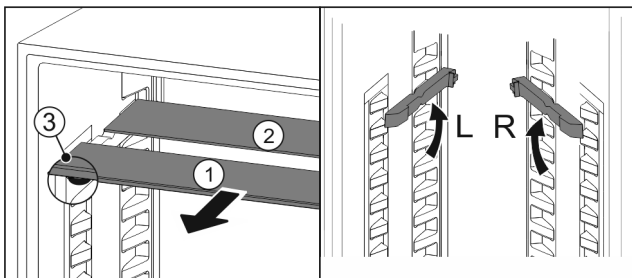

Fig. 87
- ▶ Trekk glassplatene enkeltvis fremover og ut Fig. 87 (1).
- ▶ Glassplate Fig. 87 (1) med pyntelist ligger foran.
- ▶ Stoppere Fig. 87 (3) peker nedover.